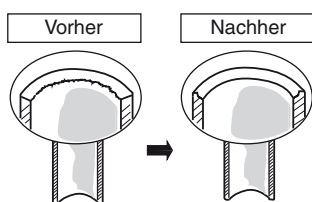

Abb. 5-1
- (1) Die Kupferleitung mit einem Rohrschneidewerkzeug auf die erforderliche Länge zuschneiden. Es wird empfohlen, ca. 30–50 cm länger als die berechnete Leitungslänge zuzuschneiden.
- (2) Die Enden der Kupferleitung nun mit einer Reibahle oder Feile entgraten. Dies ist sehr wichtig und muss sorgfältig durchgeführt werden, um eine korrekte Ausweitung zu erhalten. Unbedingt darauf achten, dass keine Verschmutzung (Feuchtigkeit, Staub, Metallspäne usw.) in die Leitungen gelangen können. (Abb. 5-1 und 5-2)